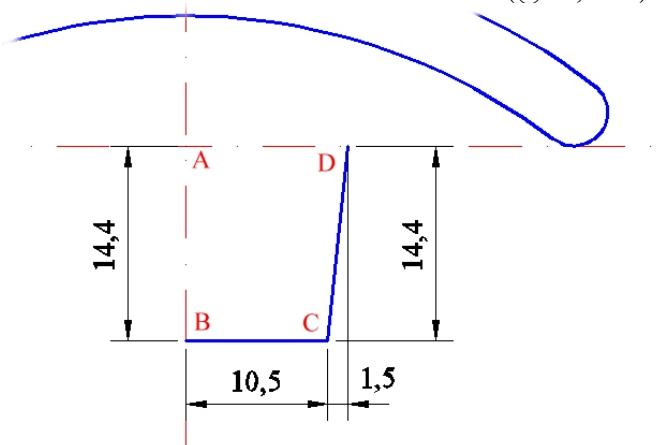

Figura 2.10.5
Se lansează comanda **Line** din paleta de instrumente **Draw** a benzii **Home**. Se deplasează cursorul peste punctul de intersecție al celor două linii de axă (figura 2.10.5, punctul A) și, fără a se face click, se aliniază linia dinamică pe direcția -Y, introducându-se de la tastatură distanța la care este situat punctul de start (punctul B): 14.4 mm. Valoarea se confirmă prin **Enter**. Al doilea punct (C) va fi la 10.5 mm pe orizontală spre dreapta. Ultimul punct al semiconturului (D) se obține prin introducerea coordonatelor carteziene relative: (@1.5, 14.4).